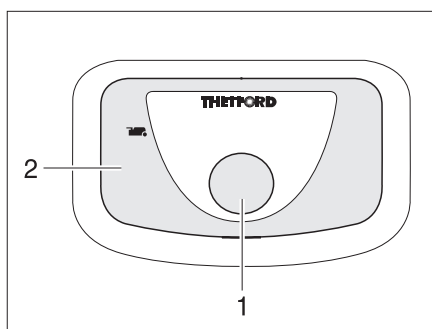

Fig. 381 Pulsante dello sciacquone/spia di controllo toilette Thetford
- Per sciacquare premere il pulsante blu (Fig. 381,1).
Quando la cassetta Thetford è piena e deve venire svuotata, la spia di controllo (Fig. 381,2) si accende.